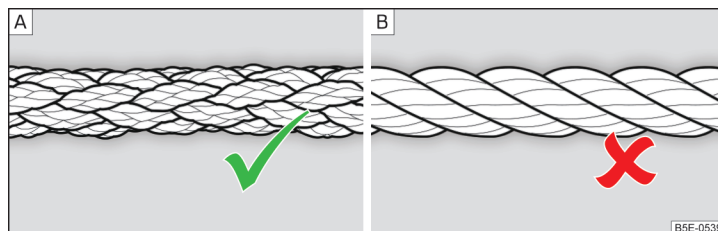

Fig. 311 Cable para remolcar trenzado / Cable para remolcar en espiral
Para remolcar por medio de un cable para remolcar usar solamente un cable de fibra plástica en espiral » fig. 311 - **A** verwenden » **!**.
- Para remolcar no se debe usar ningún cable de remolque en espiral » **fig. 311** - **B**, la argolla de remolque puede desenroscarse en el vehículo - ¡Existe peligro de accidente!